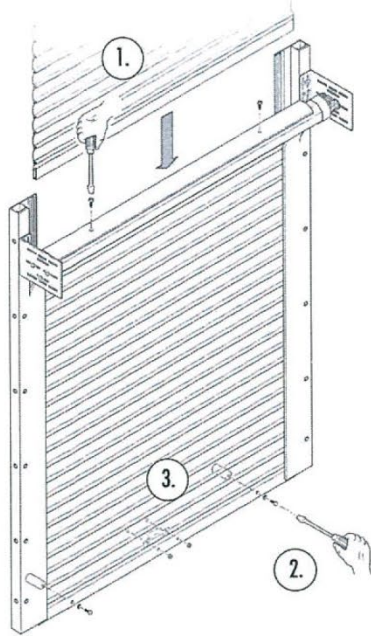

Bild 1A: modellerna CD 600, CD 800 och Me 300
1. Lyft Rullari-gardinen över axeln på styrskenorna och fäst Rullari i axellin, beroende på modellen antingen direkt med borrhuvor från övre lamellen (se bild 1A) eller med fästfjäder (se bild 1B). Avlägsna fjäderns låsplatta.
1. Fäst höljets ändstyckets fot med borrhuvor i styrskenan. Höljets ände kan stödjas genom fästa det i några punkter i väggen / taket (se bild 1A). Gå tillbaka i monteringen till steg 4, punkt 2.